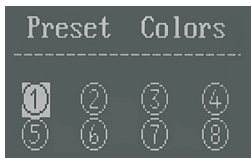

Рис.5
**Preset colors** – окно вида (Рис.5). Вращением валкодера **COLOR** выбираются ранее запомненные цветовые комбинации. Для запоминания текущей цветовой комбинации (которая была установлена в режиме RGBW до входа в меню **Preset colors**) длительно нажмите кнопку **COLOR**, запомненное ранее значение изменится на новое.